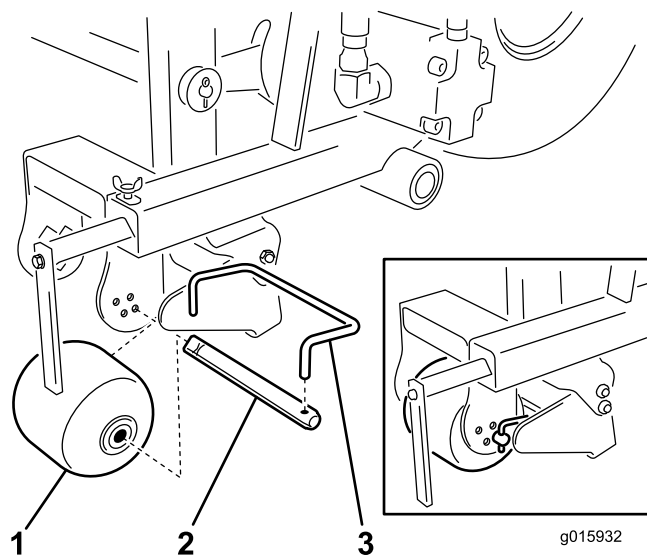

図 20
4. ローラからシャフトを外す（図 20）。
3. ローラのシャフトからスクレーパのロッドを外す（図 20）。